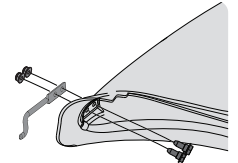

Figure 18
1. À partir de l'intérieur du botte, insérez 2 boulons (738-1225), du pack matériel 689-02199, dans les trous situés à la base de l'avant de la botte. Voir Figure 18.
2. Placez la tige de montage (747-06309) par-dessus les boulons. Assurez-vous que la tige pointe dans la direction opposée du coude. Voir Figure 18.
3. Commencez par serrer les écrous autobloquants (712-04064) sur les boulons. Voir Figure 18.